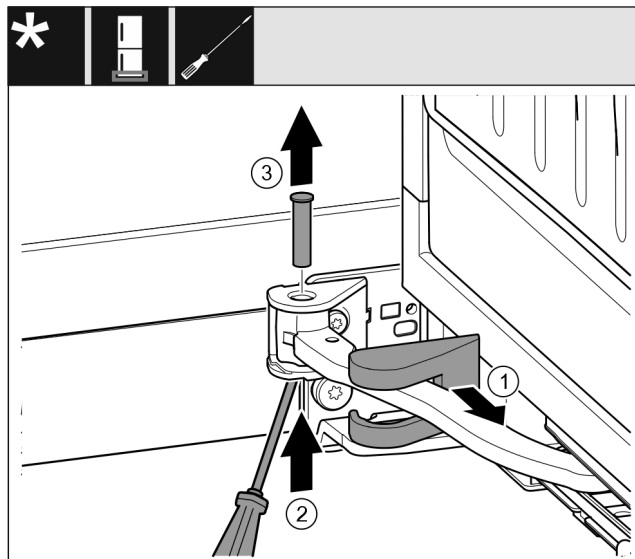

Fig. 15
- ▶ Stáhněte kryt stojanu ložiska a posuňte podél kloubu. Fig. 15 (1)
- ▶ Čep zesponu nadzvedněte prstem nebo šroubovákem. Fig. 15 (2)
- ▶ Šroubovákem zajedte pod hlavu čepu a vytáhněte jej. Fig. 15 (3)